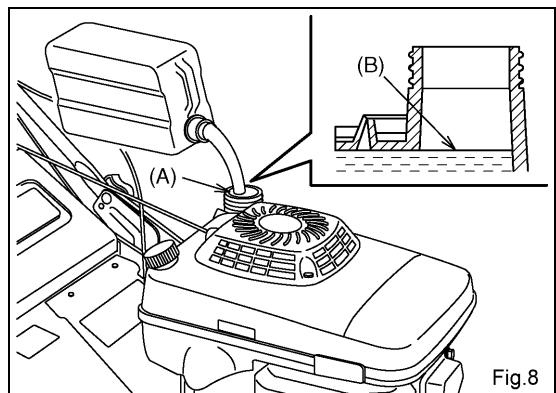

Fig.8
(1) 燃料タンクキャップ（黒色）を給油口（A）から取り外し、燃料をゆっくりと燃料タンクに注ぎ込んで下さい。(Fig.8)
(2) 燃料が給油口の給油限界面（B）に達したら給油を止めて下さい。(Fig.8)
(3) 燃料タンクキャップを確実に締め付けて下さい。